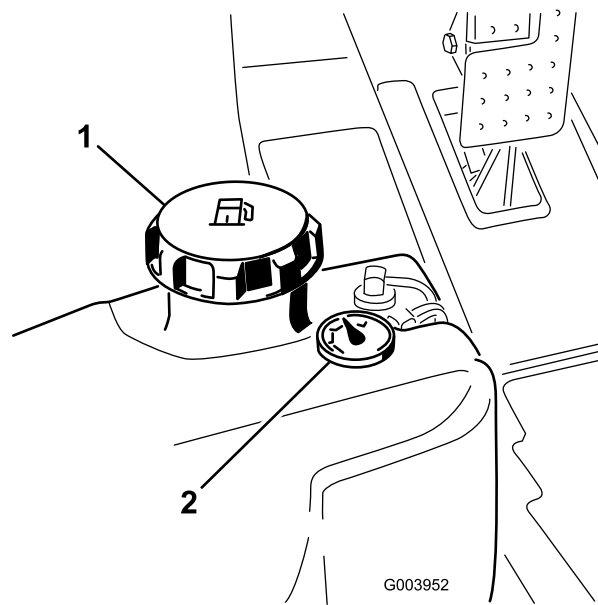

**Bild 33**
1. Schrauben Sie den Tankdeckel ab (Bild 33).